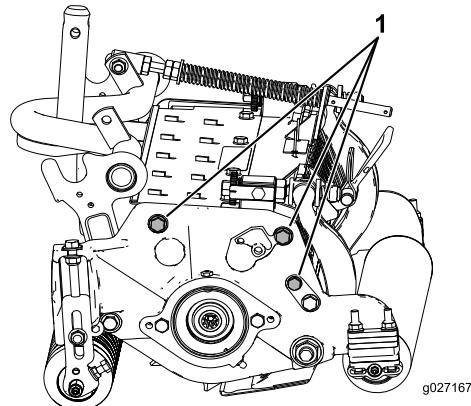

図 12
**注** リールと後ローラとの平行関係は、カッティングユニット全体の組み立て精度により保証されていますから、調整は不要です。極わずかの狂いの調整は以下の方法により可能ですカッティングユニットを定盤の上に載せ、サイドプレート固定キャップスクリュをゆるめる図 12。